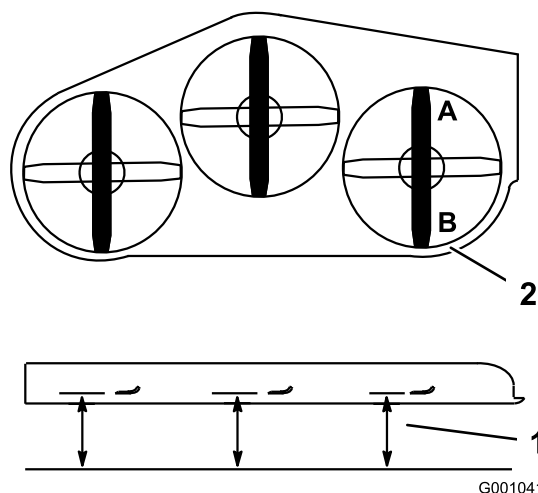
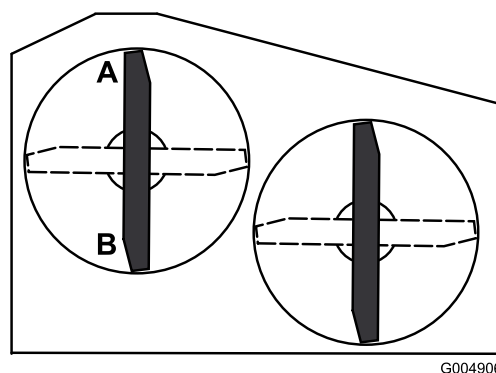

Figura 70
Figura 71
2. Coloque una cuchilla en posición longitudinal. Mida en las posiciones **A** y **B** desde una superficie nivelada hasta el filo de corte de los extremos de la cuchilla (Figura 70 o Figura 71). Para las plataformas de cortacésped de 36 pulgadas, consulte la Figura 71.
4. Coloque las cuchillas en posición longitudinal. Mida en las posiciones C y D (Figura 70) desde una superficie nivelada hasta el filo de corte de las cuchillas.